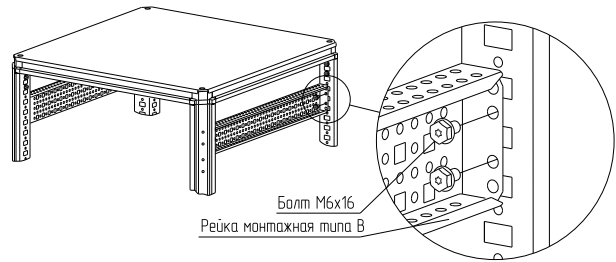

Рисунок 13
4.5.3.1 Установите рейку монтажную тип В между стоек 1 профиля на нужной высоте и закрепите болтами М6х16 (рисунок 13). Момент затяжки – 7 Н·м. Болты приобретаются отдельно.